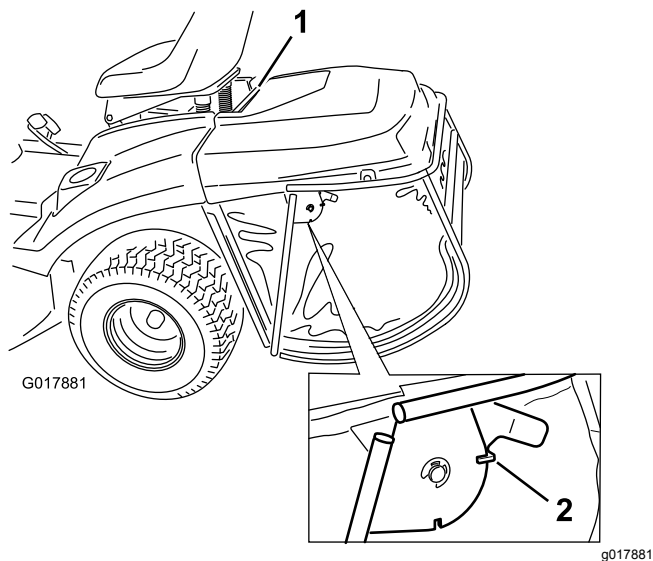

Bild 38
1. Arretieren Sie den Sperrriegel am Heckfangsystem (Bild 38).